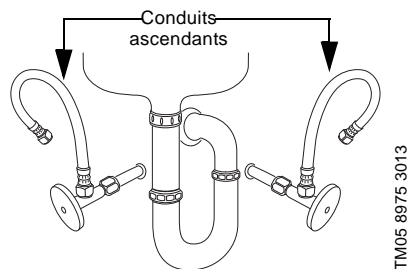

Fig. 4 Avant d'installer la soupape de dérivation, débrancher les conduits ascendants
- Débrancher les conduits ascendants ; voir fig. 4.